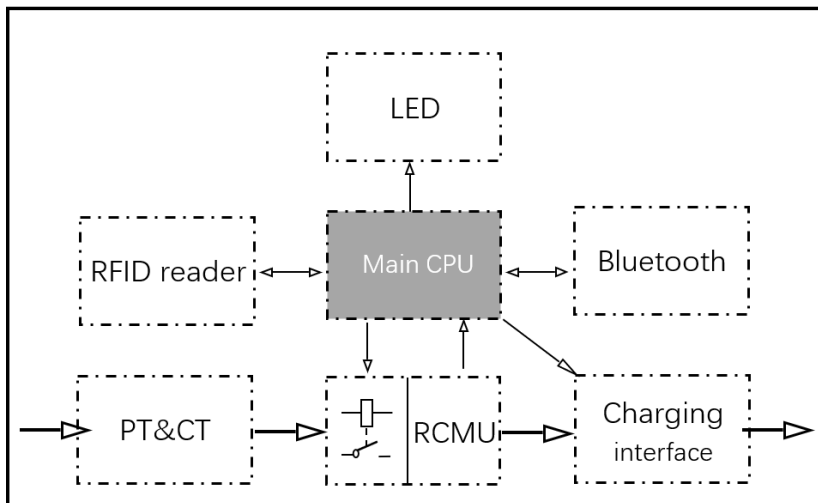

Fig. 4-2 Структурная схема изделий
- Структурная схема станции зарядки электромобилей переменного тока показана на Fig. 4-2.